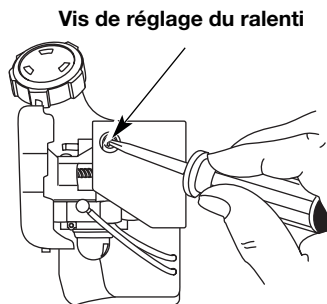

Fig. 29
La vitesse de ralenti du moteur est réglable à l'aide d'une vis de réglage accessible par un trou situé sur le dessus du couvercle du moteur (Fig. 29).
2. Relâchez le levier d'accélérateur et laissez le moteur au ralenti. Si le moteur s'arrête, insérez un petit tournevis à embout cruciforme ou à tête plate dans le trou du couvercle du moteur (Fig. 29). Vissez la vis de réglage de ralenti de 1/8 de tour à la fois (selon le besoin) jusqu'à ce que le moteur tourne au ralenti.